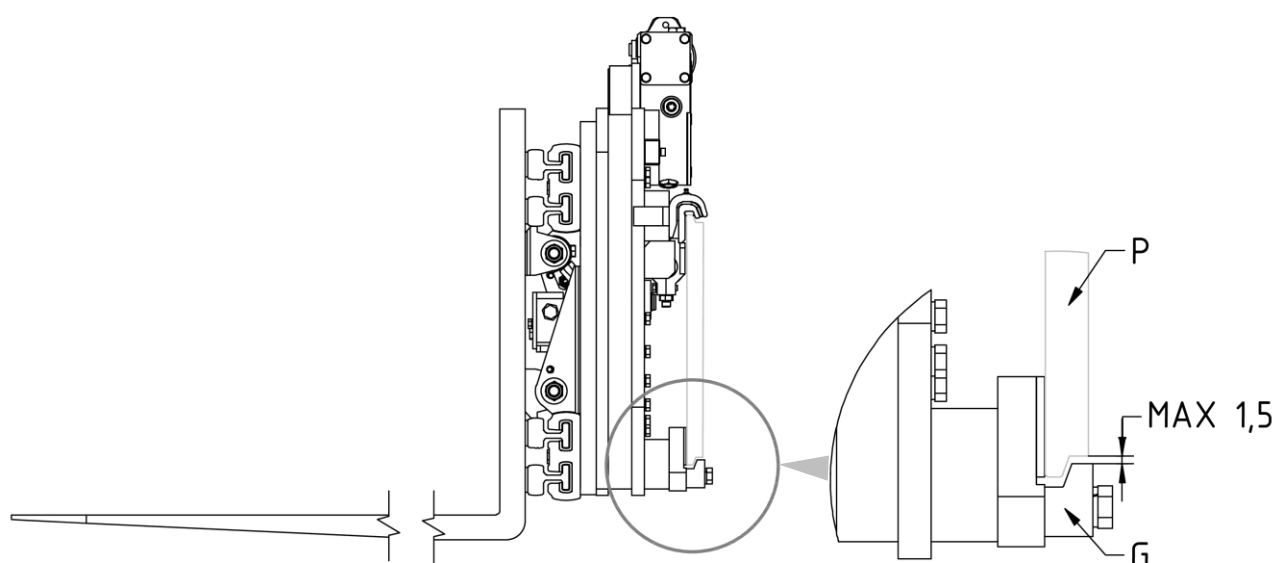

Figura 9
8. Atornillar los dos ganchos inferiores **G** para que su cuerpo quede enganchado debajo a la placa porta horquillas **P** (con un juego máximo de 1,5 mm, mira *Figura 9*), apretando con el par de apriete indicado en la *TABLA 4*.